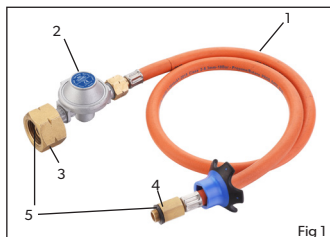

Fig 1
- Connectez le régulateur (2) de l'adaptateur (fig. 1) à la bouteille de gaz en fixant l'écrou hexagonal (3) à la valve de la bouteille de gaz (7) et tournez l'écrou hexagonal (3) pour serrer à l'aide d'un outil approprié. .
- Ne tournez pas le corps du régulateur (2) pendant le serrage de l'écrou hexagonal.
- Ne pas tordre ou pincer le tuyau (1) lors de l'installation.
- Fixez l'extrémité opposée du tuyau adaptateur (4) à l'appareil à gaz. Serrez à la main pour assurer une connexion correcte.
- Le débit de gaz vers l'appareil à gaz est facilité et contrôlé en tournant lentement le bouton de commande de la bouteille de gaz (6) sur la vanne de gaz dans le sens des flèches indiquées sur le dessus du bouton de commande.